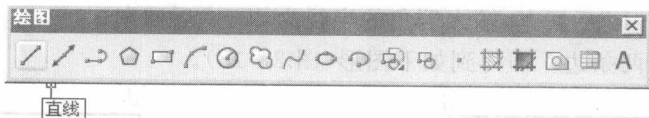

图 2-14 “绘图”工具条
(2) 绘制轮廓线。点击“直线”按钮 ，采用“方向+距离”的方法(该方法将在下一章中详细讲解)绘制。如图 2-14。绘图步骤：